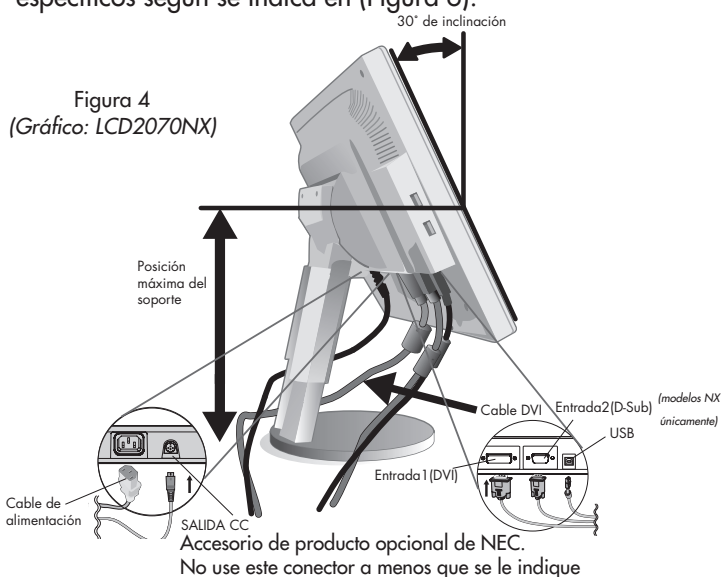

Figura 5
5. Para obtener una buena gestión de cables, coloque los cables en el siguiente orden en la gestión de cables: cable de alimentación y cable DVI (Figura 5).